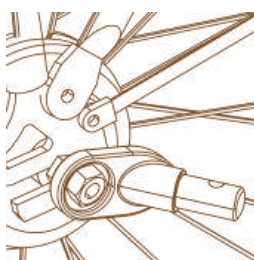

Figura 12
2. Eje con tuerca: Desenrosque la tuerca con la arandela del lado izquierdo del eje trasero de la bicicleta. Instale el enganche en el eje y vuelva a enroscar la tuerca con la arandela (Figura 12).